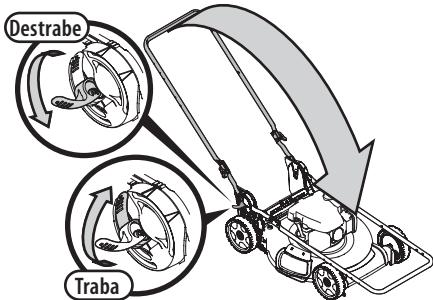

Figura 20
- Destrabe las dos palancas de liberación de manija. Vea el recuadro de la Figura 20.
- Pliegue la manija (b) hacia adelante hasta la posición de almacenamiento (Figura 20).
- Trabe las dos palancas de liberación de manija. Vea el recuadro de la Figura 20.